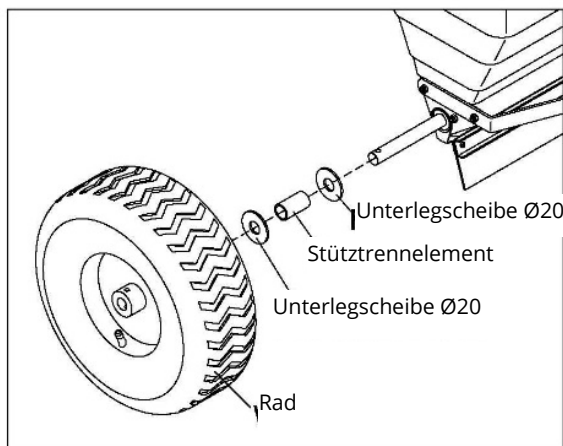

Figure 13
6. An der Radachse werden eine Ø20-Unterlegscheibe, ein Stütztrennelement, eine weitere Ø20-Unterlegscheibe und das Rad in dieser Reihenfolge montiert. Achtung – das Ventil muss außen sein. Siehe Abbildung 13.